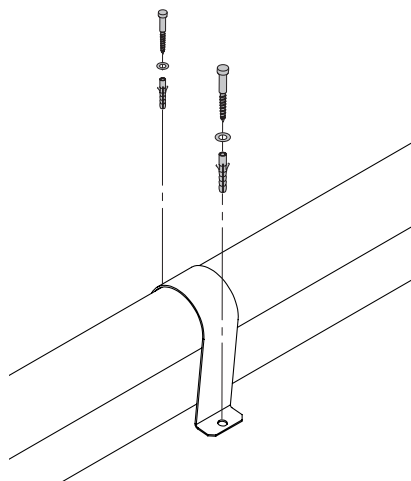

Fig.37 Fixation des tuyaux avec colliers dans le silo
- ▶ Pour les sondes les plus éloignées resp. les tuyaux les plus longs, les deux tuyaux doivent être fixés ensemble dans le silo avec des colliers (accessoire) sur le fond du silo – Fig. 37.
- ▶ Fixer les tuyaux avec collier sur le sol au moyen de respectivement 2 vis de réglage 6x50 et rondelles – Fig. 37.